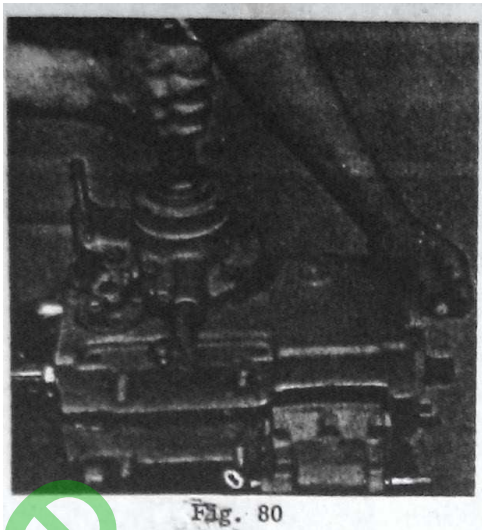

Fig. 80
2. Getriebegehäuse zusammenschrauben (Fig. 80).
2. Bolt gearbox housing together (Fig. 80).